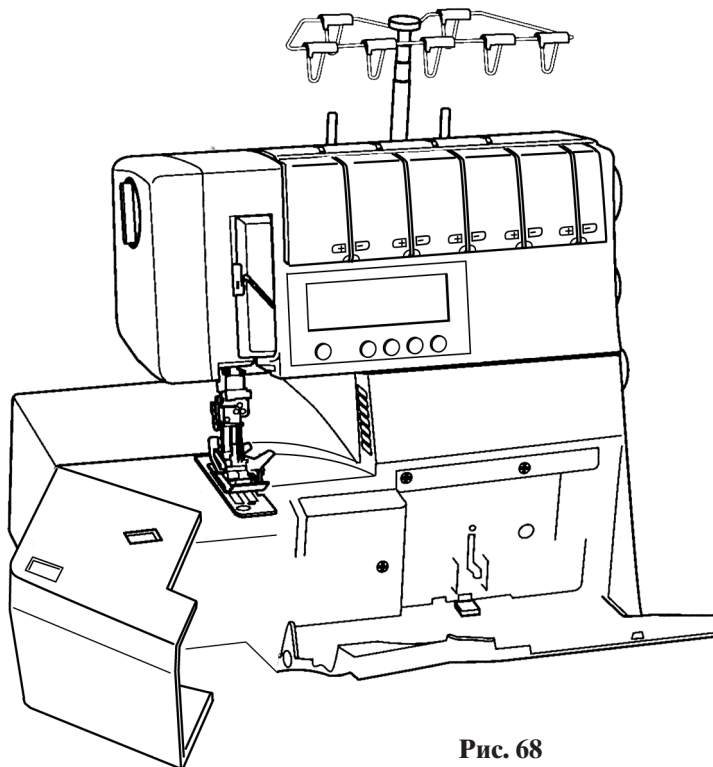

Рис. 68
- Откройте крышку отделения петлителей или отведите в сторону поворотную часть швейной платформы (рис. 68).